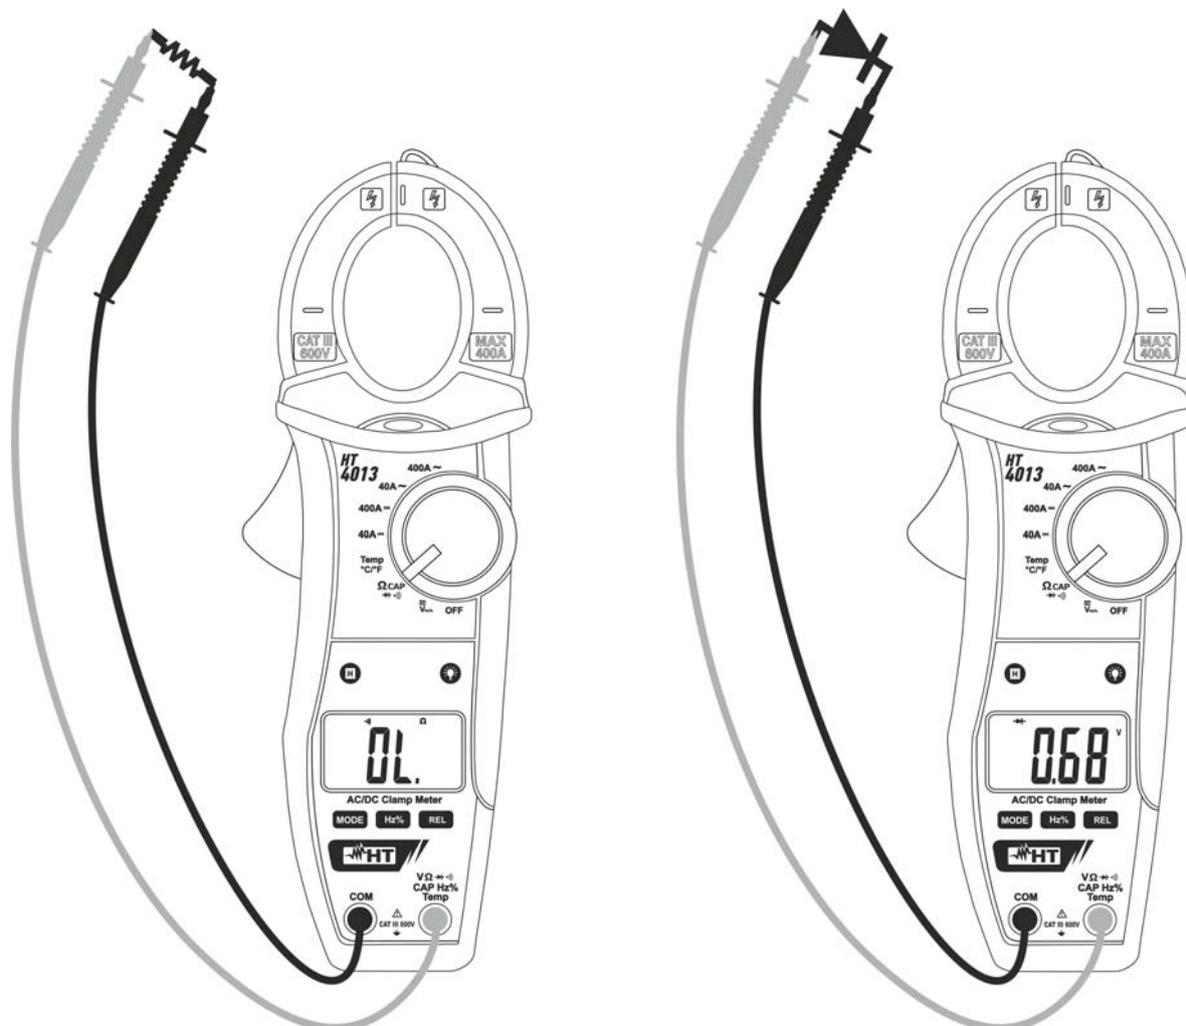

Fig. 7: Utilização da pinça em Testes de Continuidade e Testes de Díodos
3. Inserir o cabo vermelho no terminal de entrada **VΩ  $\rightarrow$   $\rightarrow$   $\rightarrow$  CAP Hz% Temp** e o cabo preto no terminal de entrada **COM** e efetuar o teste de continuidade sobre o objeto em teste (ver Fig. 7 – parte esquerda). O indicador sonoro emite um sinal acústico quando o valor da resistência medida é inferior a cerca de 150Ω.
5. Conectar a ponteira vermelha ao ânodo do díodo e a ponteira preta ao cátodo no caso de medição de polarização direta (ver Fig. 7 – parte direita). Inverter a posição das ponteiros no caso de medição de polarização inversa.